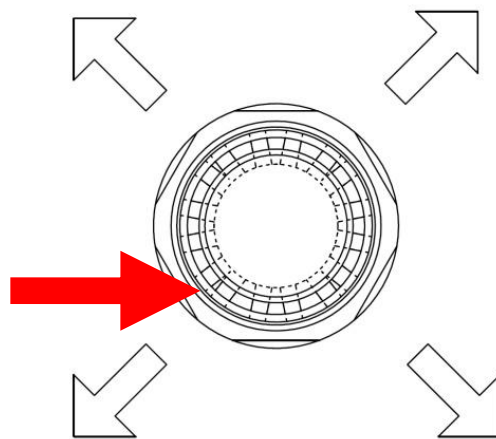

Fig. 1: Vinkle v-hullene (x4) mot hjørnet
5. Dysen skal posisjoneres slik at dysehullene med minst avstand, v-hullene, peker mot nærmeste hjørne av rommet (se fig. 1).